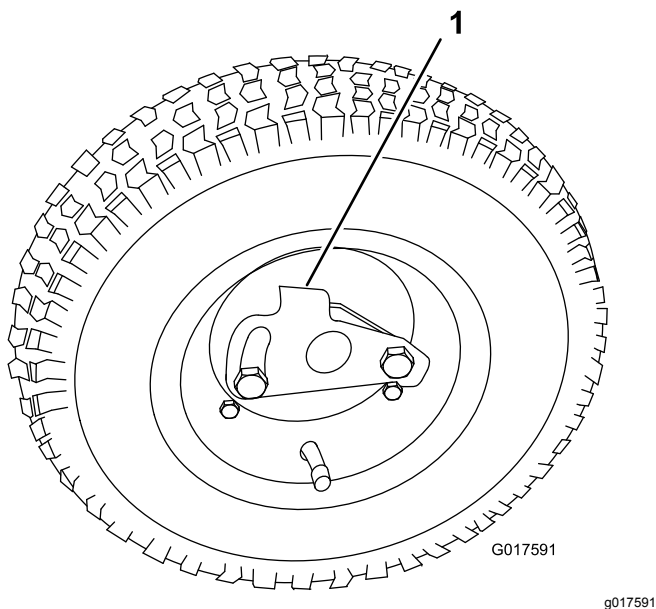

Figura 8
3. Gire el clip de retención de la rueda alejándolo del centro de la rueda, dejando que esta entre más en el eje (Figura 8).